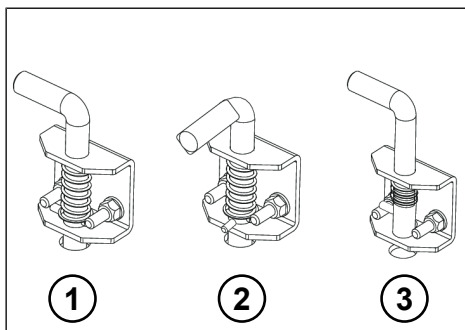

Fig. 8-67: Posições de bloqueio do pino de fixação
- ▶ Coloque os pinos de fixação na viga transversal na posição 2 (ver "Fig. 8-67: Posições de bloqueio do pino de fixação", p. 176).
- ▶ Coloque os pinos de fixação na posição 1 (ver "Fig. 8-67: Posições de bloqueio do pino de fixação", p. 176).
- ▶ Coloque os pinos de fixação para os furos na viga transversal na posição 2 (ver "Fig. 8-67: Posições de bloqueio do pino de fixação", p. 176).
- ▶ Coloque os pinos de fixação para os fueiros na posição 3 (ver "Fig. 8-67: Posições de bloqueio do pino de fixação", p. 176), de modo a que os fueiros se encontram no batente da viga transversal.
- ▶ Coloque os pinos de fixação para os fueiros na posição 1 (ver "Fig. 8-67: Posições de bloqueio do pino de fixação", p. 176).
- ▶ Coloque os pinos de fixação para os fueiros na posição 3 (ver "Fig. 8-67: Posições de bloqueio do pino de fixação", p. 176).
- ▶ Coloque os dois pinos de fixação na viga transversal na posição 3 (ver "Fig. 8-67: Posições de bloqueio do pino de fixação", p. 176).